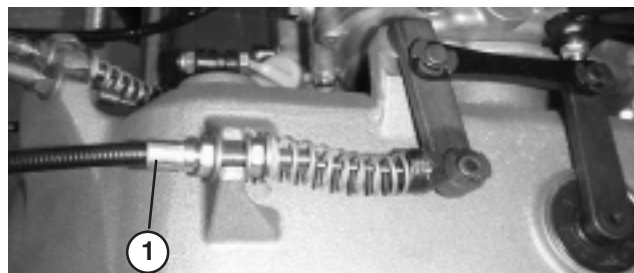

Figure 49
2. Pour accroître la tension du câble, desserrez l'écrou de blocage avant et serrez l'écrou de blocage arrière (situé sur le dessus du boîtier d'engrenages) (Fig. 49) jusqu'à ce que la force du câble ajoute une force de 3,1 à 4,5 kg mesurée au bouton de commande.